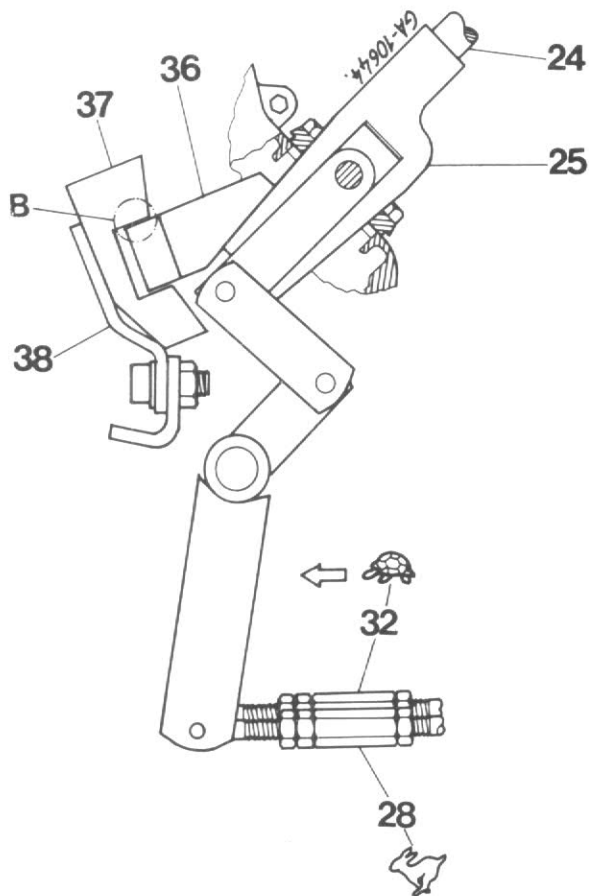

Fig. 60a
B. Levier de gamme avec grille de position (37, Fig. 60a)
4. Centrer le guide (36, Fig. 60a) dans la grille (37) et le maintenir avec la main gauche.
5. Tourner les deux tendeurs (28 et 32) jusqu'à ce que le guide (36) vienne légèrement au contact de la face supérieure de la grille (B), puis raccourcir le tendeur (32) de 1/4 à 1/2 tour.
Méthode de centrage de la grille (37, Fig. 60a)